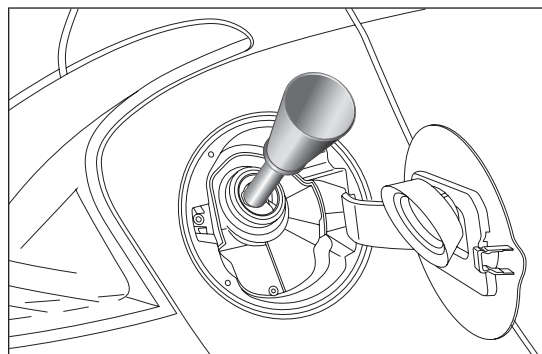

fig. 88
- introduire l'adaptateur B dans le goulot, comme indiqué sur fig. 88 et procéder au ravitaillement ;